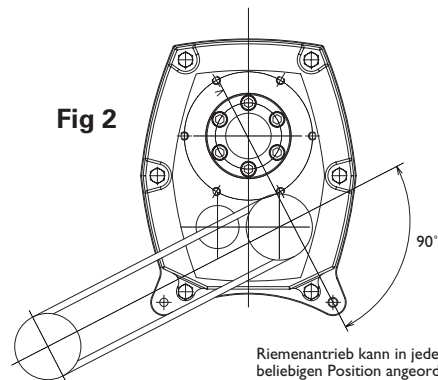
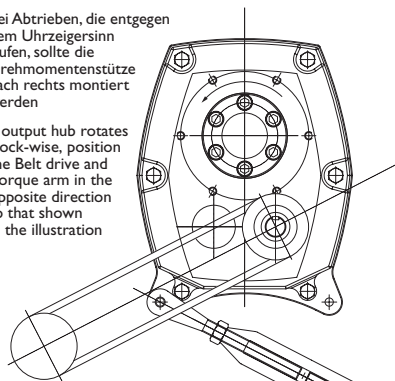

Fig 2
Fig 3
2. Motor und Keilriemenantrieb in einem Winkel von ca. 90° zwischen den Achsen der Abtriebs- und Antriebswelle (Achsabstand) montieren. Siehe Abbildung 2. Auf diese Weise kann der Keilriemenantrieb mit Hilfe der Drehmomentenstütze gespannt werden. Bei Abtrieben, die entgegen dem Uhrzeigersinn laufen, sollte die Drehmomentenstütze nach rechts montiert werden.
2. Install motor and wedge belt drive with the belt pull at approximately 90° to the centre line between driven and input shafts. See fig 2. This will permit tensioning of the wedge belt drive with the torque arm, which should preferably be in tension. If output hubs runs anti-clock-wise, torque arm should be positioned to the right. See fig 3.